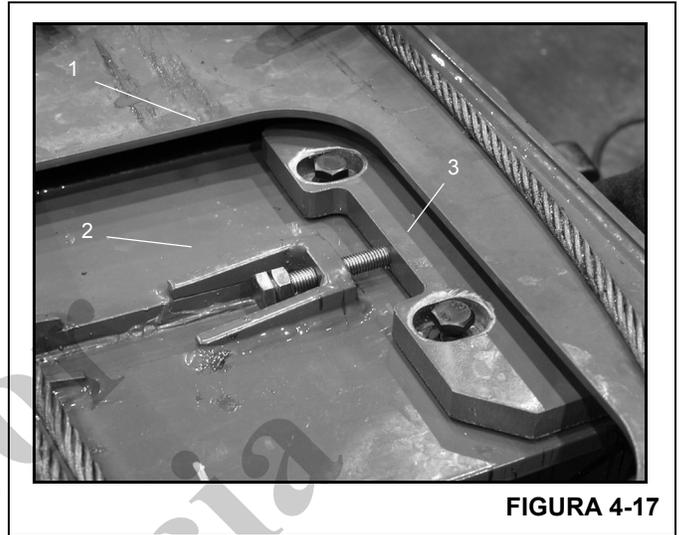

FIGURA 4-17
1. Deslice el conjunto fuera de la sección central interior (Figura 4-17, 1) lo suficiente para obtener acceso a las almohadillas de desgaste ajustables superiores traseras de la sección central exterior (Figura 4-17, 2) a través del agujero de la parte superior de la sección central interior.